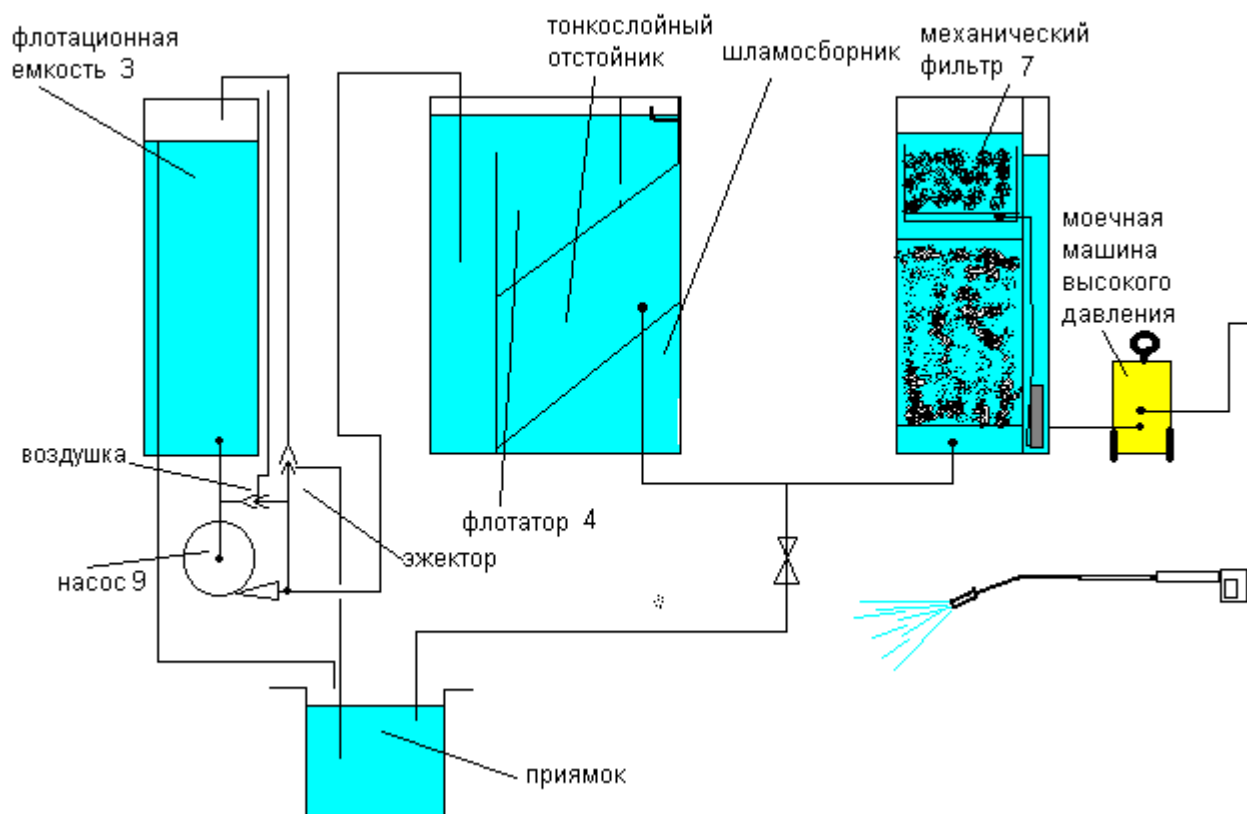

Рис. 6.1.
6.1. Принципиальная схема установки УКО-2 приведена на рис. 6.1.